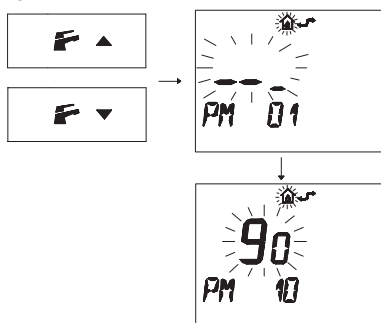

Figura 5.51
- Pulse los botones **F**▲ o **F**▼ para visualizar la programación "PM10", de selección de la frecuencia de encendido (Figura 5.51).
En la Figura 5.51 se muestra un punto de consigna programado de **90**, equivalente a un tiempo de reencendido de aproximadamente 3 minutos.